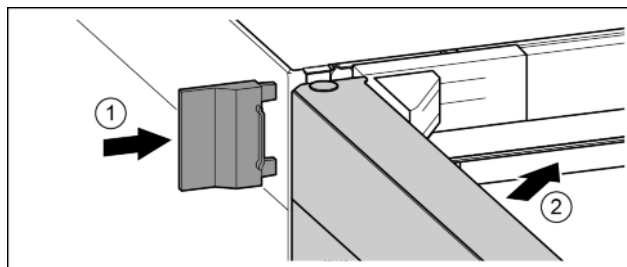

Fig. 21
- ▶ Natakните vanjski pokrov. Fig. 21 (1)
- ▶ Zatvorite gornja vrata. Fig. 21 (2)